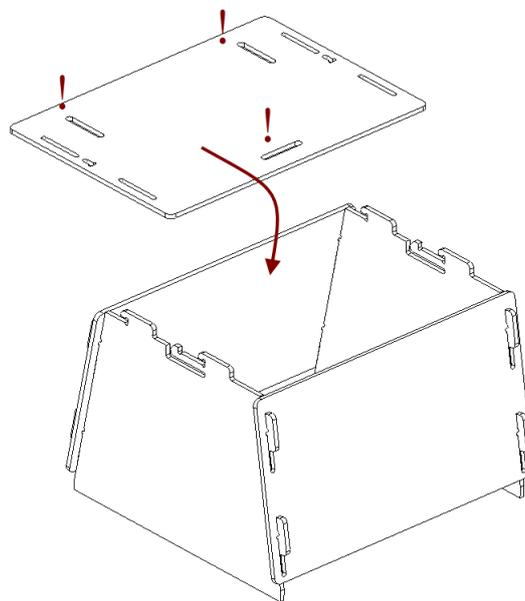

Abbildung 144: Die Abdeckung montieren.
3. Die Abdeckung mit Hilfe der oberen Haken der Seitenwände aufsetzen, dabei auf die Orientierung der Schlitzes achten (siehe Abb. 144).